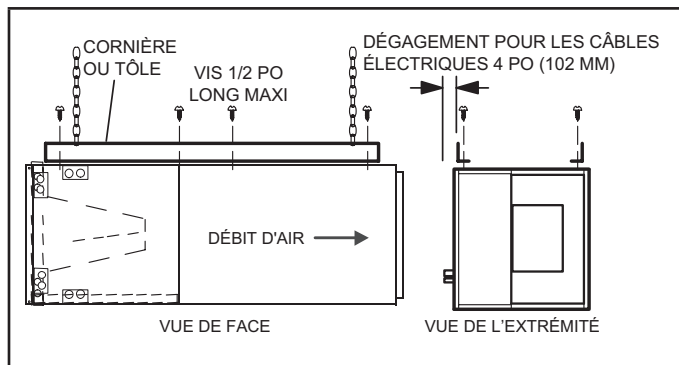

FIGURE 9. Suspension d'une unité horizontale
- 5 - Si l'unité est suspendue, elle doit être supportée sur toute sa longueur. Lorsqu'une chaîne ou une bande métallique est utilisée, fixez un morceau de cornière ou de tôle sur l'unité (au-dessus ou en dessous) de manière à ce que toute la longueur de l'unité soit supportée. Utilisez des vis de 1/2 po de long maximum de manière à ne pas endommager le serpentin ou le filtre. Reportez-vous à la figure 9. Connectez les plénums d'air d'alimentation et de retour à l'aide de vis à tôle.
- 13 - Si l'unité est suspendue, elle doit être supportée sur toute sa longueur. Lorsqu'une chaîne ou une bande métallique est utilisée, fixez un morceau de cornière ou de tôle sur l'unité (au-dessus ou en dessous) de manière à ce que toute la longueur de l'unité soit supportée. Utilisez des vis de $\frac{1}{2}$ po de long maximum de manière à ne pas endommager le serpentín ou le filtre comme illustré à la figure 9. Connectez les plénums d'air d'alimentation et de retour à l'aide de vis à tôle.